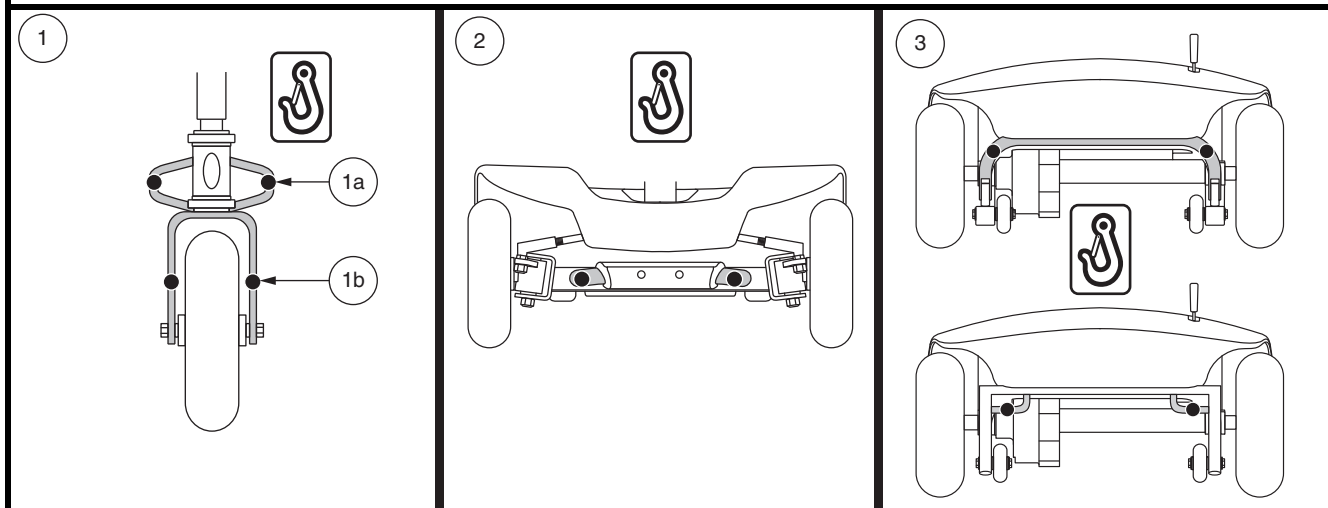

Figure 10. Points d'anorage (Identifié avec des points noirs)
Le Travel Scooter doit toujours être ancrés face à l'avant du véhicule. Fixez les quatre (4) courroies aux points d'ancrage désignés sur le Travel Scooter. Voir la figure 10. Serrez-bien les courroies pour retirer le jeu excessif. N'attachez jamais le Travel Scooter par ses composantes réglables ou mobiles tels que les accoudoirs, capots ou roues. Ces articles devraient être enlevés. Positionnez les points d'ancrage arrière des courroies directement derrière le Travel Scooter. Les points d'ancrage avant sont disposés plus loin de chaque côté du Travel Scooter afin d'augmenter la stabilité latérale.